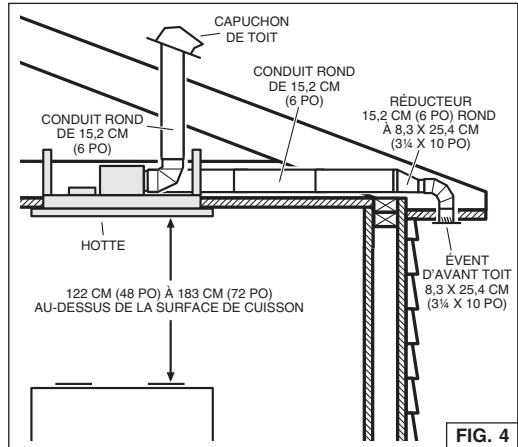

FIG. 4
1. Décidez de l'emplacement des conduits entre la hotte et l'extérieur. Fig. 4.
La hotte doit être centrée au-dessus de la surface de cuisson. Assurez-vous d'un espace adéquat dans la structure du plafond pour l'installation de la hotte et des conduits. Pour mieux capter les vapeurs de cuisson, la hotte doit être 122 cm (48 po) à 183 cm (72 po) au-dessus de la cuisinière. (Fig. 4)